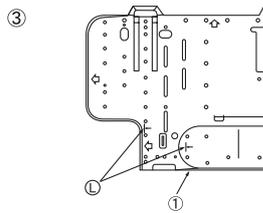
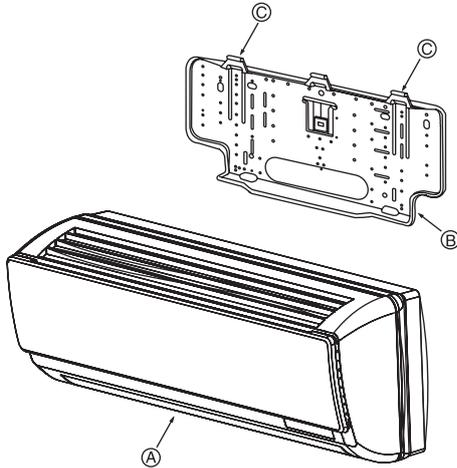

Fig. 3-7
Fig. 3-8
- ③ Au cas où le tuyau évasé serait encastré d'avance dans le mur: (Fig. 3-7)
- ① Marque
① Structure de montage mural
3.3. Montage de l'appareil (Fig. 3-8)
- ① Veiller à bien suspendre les attaches métalliques de l'appareil intérieur au-dessus des crochets de la structure de montage mural.